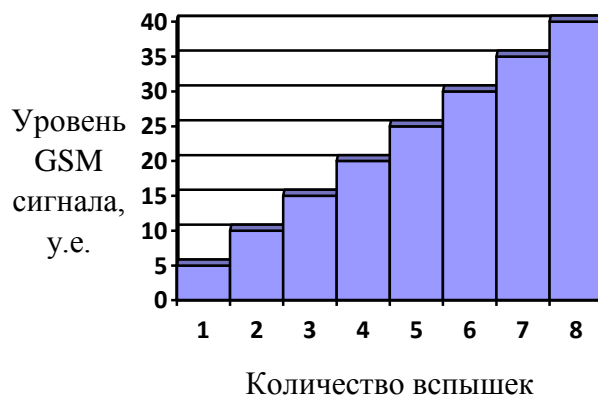

Рис. 2 График оценки уровня GSM сигнала.
- количество коротких вспышек, в соответствии с графиком на Рис. 2, ориентировочно покажут, в условных единицах, уровень сигнала GSM-сети в данной точке;